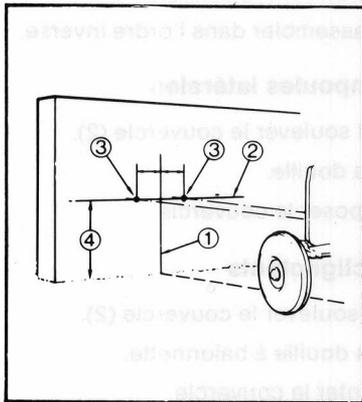

Fig. 36
- 1 – (Fig. 36). Placer le tracteur perpendiculairement à deux mètres d'un mur ou d'un écran.
- 3 – Tracer une ligne verticale (1) par ce point.
- 4 – Tracer une ligne horizontale (2) coupant la ligne verticale (1) à hauteur des phares.
- 5 – Faire deux points (3) sur la ligne horizontale espacés de la distance entre les centres des deux phares et équidistants de la ligne verticale (1).
- 6 – Régler séparément chaque phare en masquant l'autre de façon que les points (5) tracés sur le mur ou l'écran soient au centre du faisceau. On peut trouver le centre du faisceau en repérant les extrémités du faisceau à la fois dans le sens vertical et dans le sens horizontal et en divisant par deux.